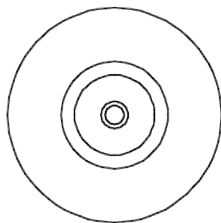

图 14-24 绘制“俯视”圆
2) 选择“绘图”面板→“圆”命令，分别输入圆的半径 80, 40, 30, 10 和 7，如图 14-24 所示。